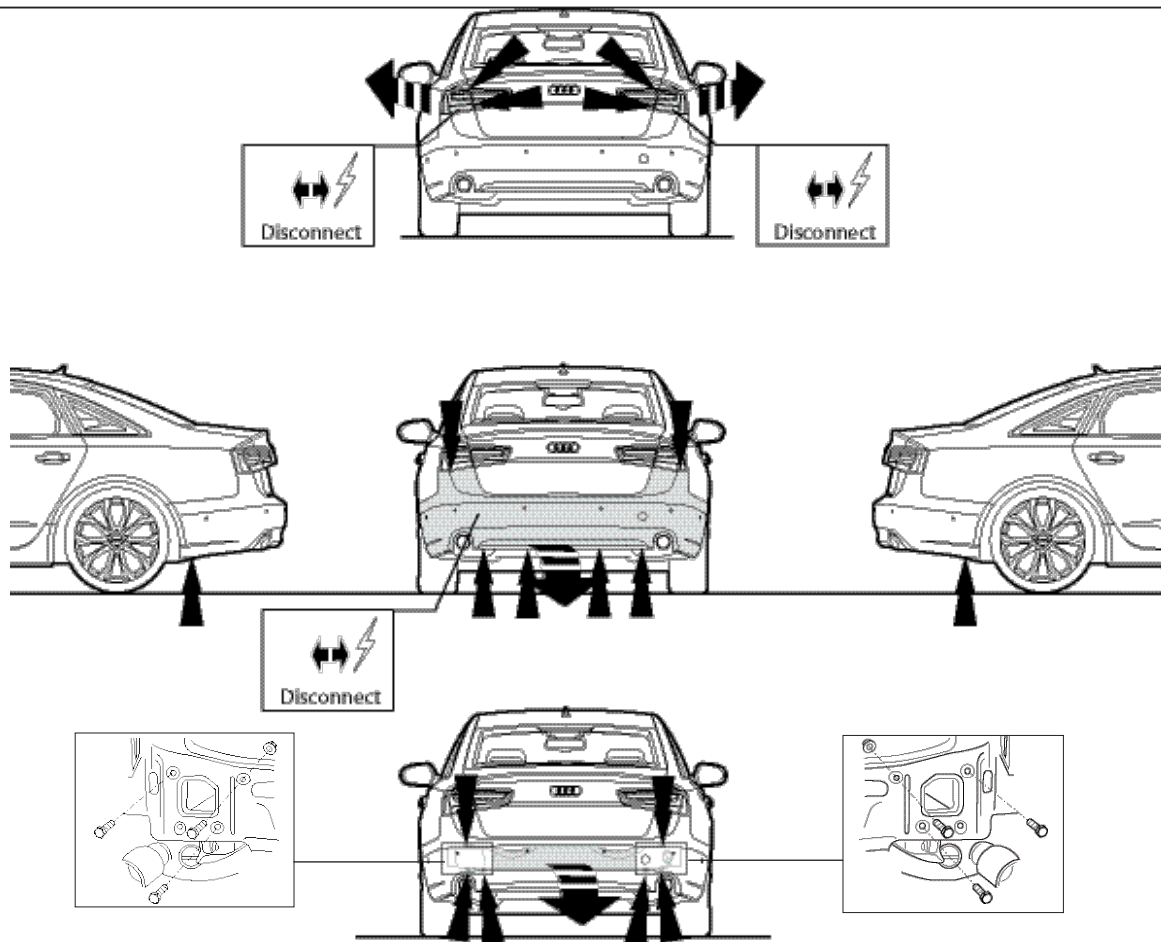

Fig. 1
1. Снять оба блока задних фар. Снять бампер вместе со стальным буферным брусом автомобиля; буферный брус больше не понадобится. См. рисунок 1/ 1a.